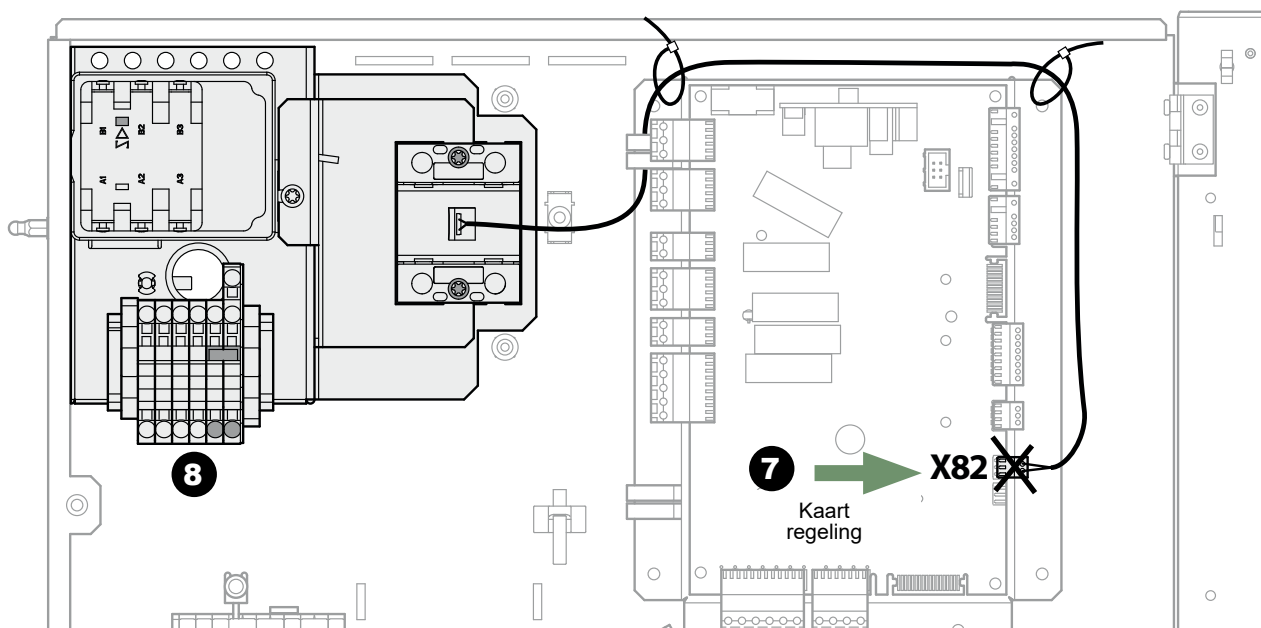

fig. 8 - Loskoppeling van de elektrriscie weerstanden trifasig
- **7** - Aansluitingen loskoppelen **X82** (Elektrische weerstanden trifasig, zie fig. 8).